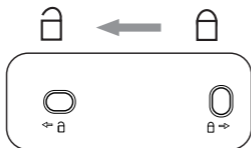

Fig. 1
- ◆ Retirez le support mural **10** au dos de l'émetteur en le poussant en direction du symbole de cadenas ouvert  (voir fig. 1).